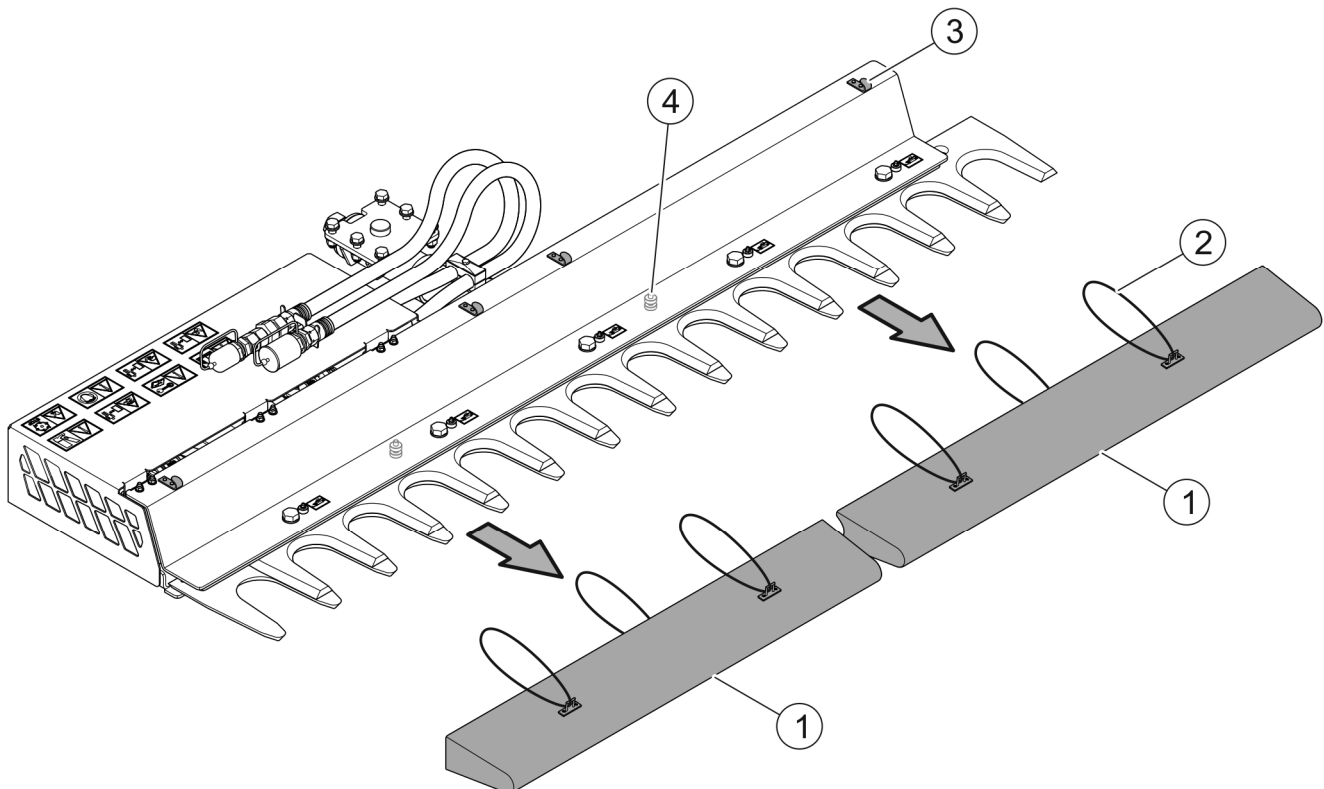

BILD 5.1 Demontage der Transportabdeckungen der Schneidmesser
überschreitet, sowie gemäß der Anleitung des Multifunktions-Auslegers absichern. Die Schneidmesser müssen mit einer Schutzhaube abgesichert sein (BILD 5.1).
- Den Transportschutz der Schneidmesser des Scherenkopfs abnehmen (BILD 5.1)
Die Demontage der Abdeckung der Sägeblätter ist in BILD 5.1 dargestellt.